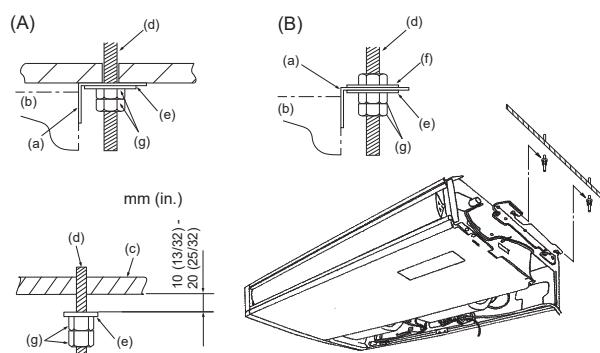

Fig. 3-6
(2) Si fuerza la rejilla de entrada al abrirla o si la abre a un ángulo superior a 120° podría dañar las bisagras.
3.3. Instalación de la unidad interior (Fig. 3-6)